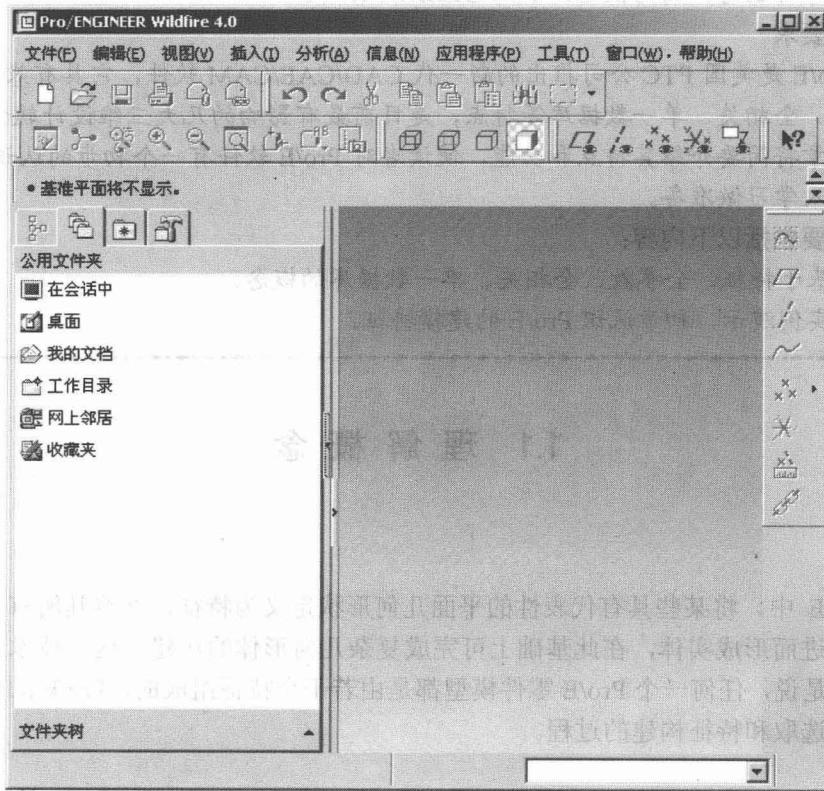

图 1-1
(1) 将配书光盘中的内容复制到本机中的一个文件夹下，用鼠标左键双击桌面上的 Pro/ENGINEER Wildfire 4.0 执行程序图标，打开 Pro/E 工作界面，如图 1-1 所示。